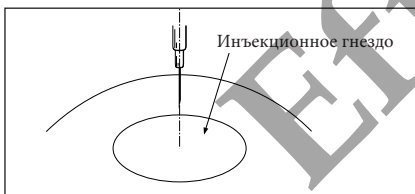

РИС. 10
- а) Вставьте новую стерильную иглу для подкожных инъекций калибра 21 (или меньшего) со стандартным углом среза 12° в инъекционное гнездо. В идеальном случае, игла должна войти перпендикулярно верхней плоскости инъекционного гнезда, как показано на Рис. 10.